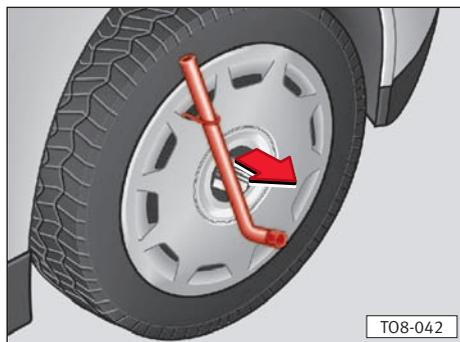

Fig. 138
- Togliere la **copertura centrale** dalla ruota con la chiave e la staffa in filo metallico*. Agganciare la staffa nella coppia di fori accanto all'emblema SEAT sulla copertura. Infilare la chiave nella staffa e staccare la copertura ⇒ **fig. 138**.